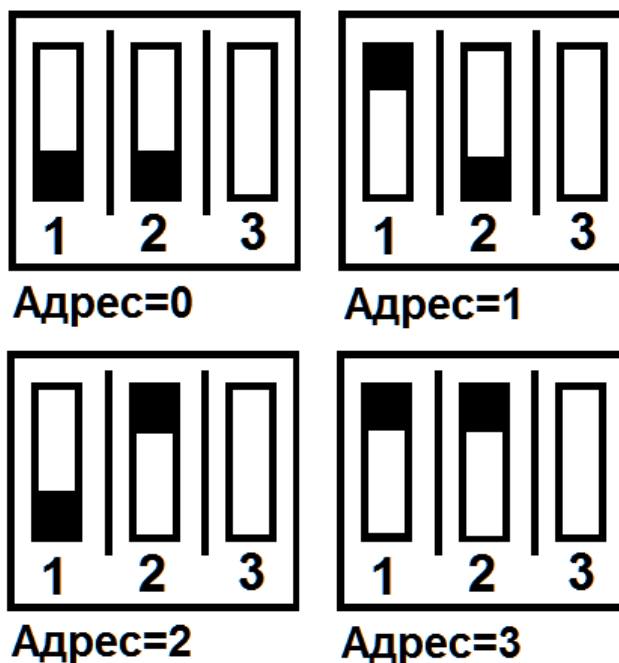

Рисунок 3.2
**Внимание! Установку адреса необходимо производить только при отключенном от блока питания контроллере.** За установку адреса отвечает первый и второй DIP переключатель расположенный на плате контроллера, см. рисунок 3.2